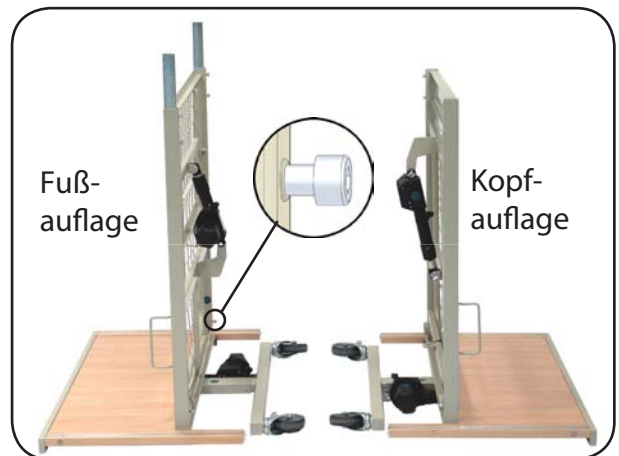

Abb. 6.1.02 - Stellteile mit Liegeflächenhälften
2. Stecken Sie die beiden Liegeflächenhälften auf die Steckrohre der Stellteile. Achten Sie dabei auf die richtige Lage der Liegeflächenhälften. Fixieren Sie nun die Verbindungsstellen (Abbildung 6.1.02) mit den jeweils zwei Zylinderkopfschrauben mit dem beiliegenden Innensechskantschlüssel (6 mm).